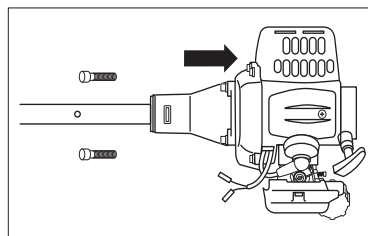

рис. 4
4. Прикрепете пръта към двигателя с помощта на 4 винта (рис. 4). В този случай изходният вал на редуктора и резервоарът за гориво трябва да са от една и съща страна.